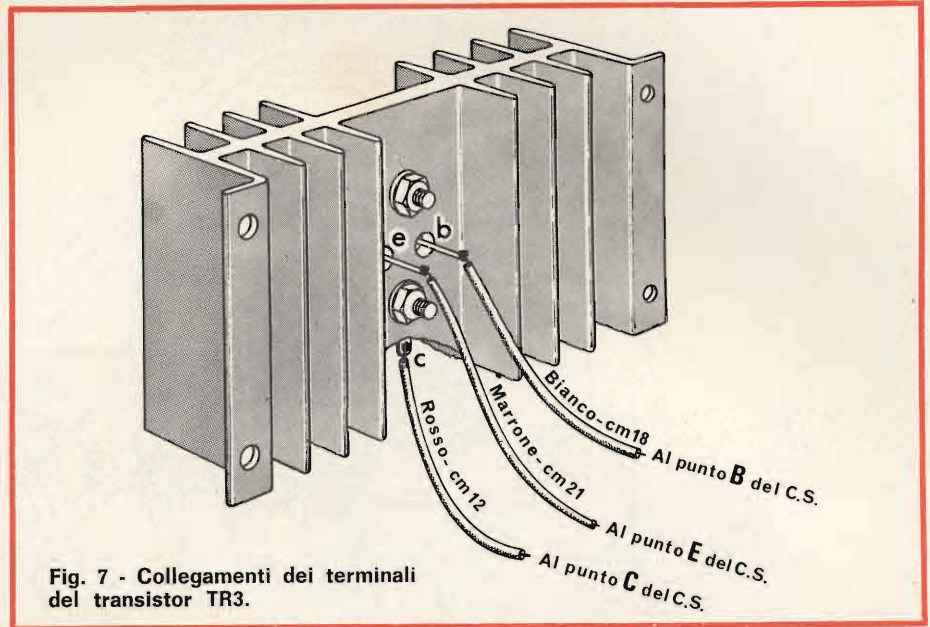

Fig. 7 - Collegamenti dei terminali del transistor TR3.
- Saldare tre spezzoni di treccia isolata agli elettrodi E - B - C di TR3 AD143 (vedi fig. 7).